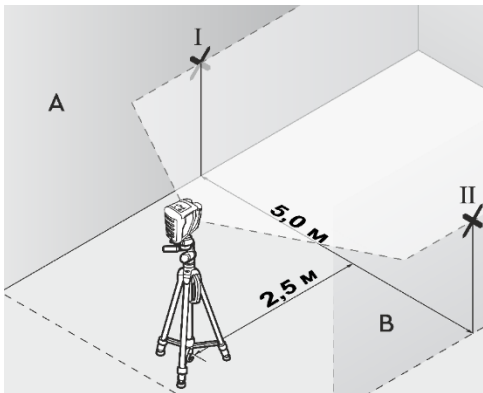

Рисунок 7
3.4.2 Позначте на обох стінах на відстані 2,5 м від приладу середину лазерної лінії (точка «I» на стіні «A» і точка «II» на стіні «B»)(дивіться рисунок 7).